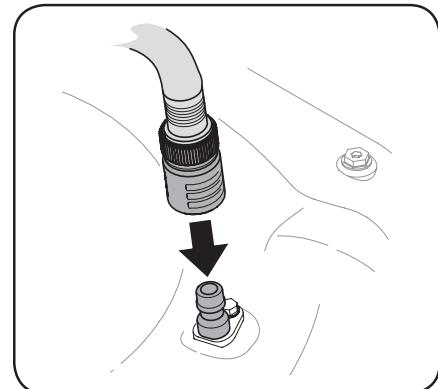

Figura 4-2
- Una la manguera con el pico de lavado al puerto de agua que se encuentra en la superficie de la plataforma. Vea la Figura 4-2.